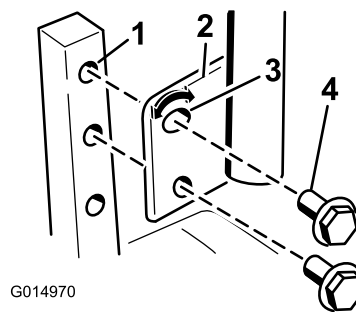

Figure 25
- Enlevez les 2 boulons et les 2 rondelles qui fixent le levier de commande à l'arbre du bras de commande (Figure 25).
- Placez le levier de commande dans la série de trous suivante. Fixez le levier avec les 2 boulons et les 2 rondelles (Figure 25).